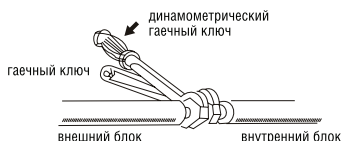

Рис.14
- При соединении или разъединении труб пользуйтесь одновременно двумя гаечными ключами (рис.14).